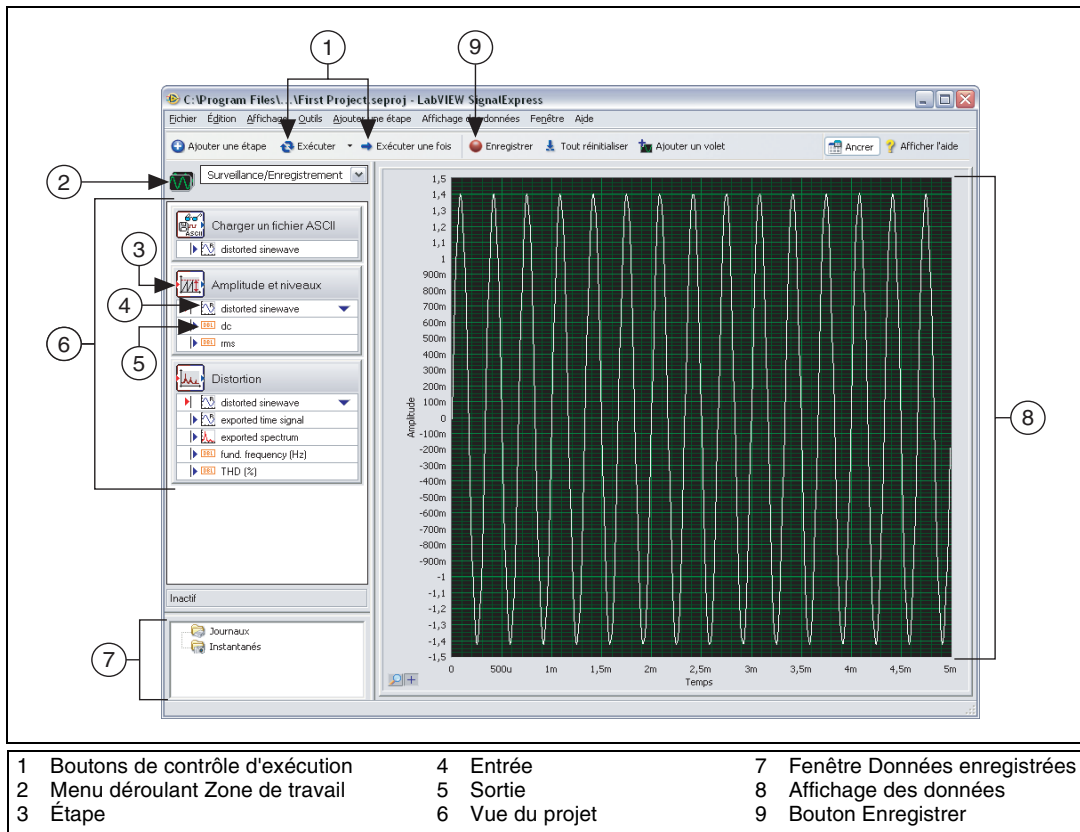

Figure 3-1. First Project.seproj
4. Observez la fenêtre qui apparaît, montrée avec l’aide masquée dans la figure 3-1, pour vous familiariser avec les différents composants de LabVIEW SignalExpress.